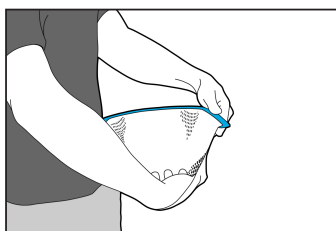

Fig. 1
2. Per sottoporre a tensione preliminare una U-frame o una S-frame, tenendo appoggiata la maschera contro un fianco, tenderla con l'altra mano per circa 15 cm (6 pollici) (Fig. 1).